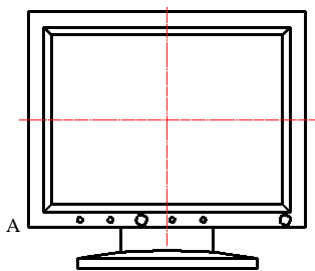
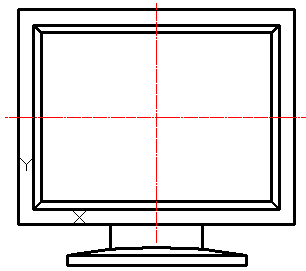

图 17.5.17 绘制圆
图 17.5.18 定义此用户坐标系
Step12. 绘制图 17.5.17 所示的圆。
(1) 定义用户坐标系 (UCS)。在命令行中输入命令 UCS 后按 Enter 键, 输入字母 N 后按 Enter 键, 捕捉图 17.5.17 所示的交点 A 并单击, 此时用户坐标系便移至指定位置, 如图 17.5.18 所示。
(2) 选择 **绘图 (D)** → **圆 (C)** → **圆心、直径 (D)** 命令, 输入圆心点坐标值 (100,15) 后按 Enter 键, 输入直径值 10 后按 Enter 键。